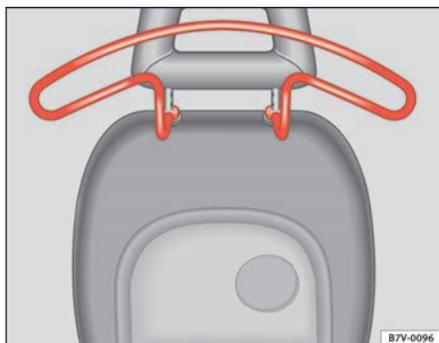

Fig. 107 Appendiabiti sul sedile anteriore
- Sfilare la gruccia appendiabiti³³⁾ dalle guide del poggiatesta ⇒ fig. 107.